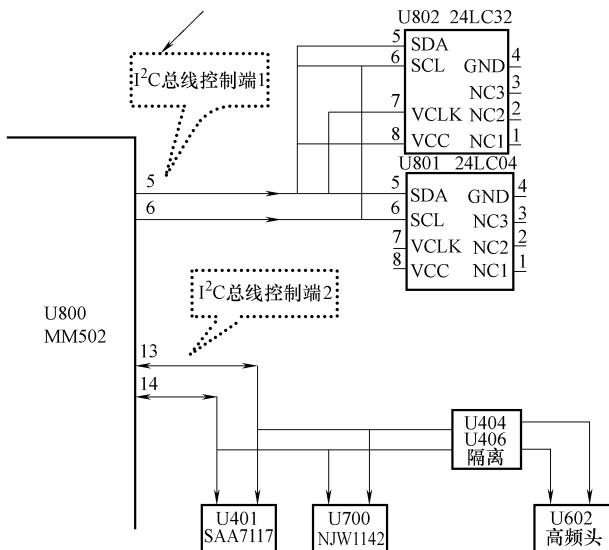

图 4-58 I²C 总线接口电路控制原理图
(9) I²C 总线接口电路控制原理
长虹 LS10 型机心 MM502 引出两组 I²C 总线控制端, 分别是 ⑤、⑥脚和 ⑬、⑭脚, CPU 通过 I²C 总线对挂接的集成电路进行控制, 如图 4-58 所示。⑤、⑥脚挂接有 U801、U802; 另一组 ⑬、⑭脚挂接有视频信号处理芯片 SAA7117、音效处理集成电路 NJW1142、以及高频头 TMD4-C221PIRW。
(10) 复位输出电路控制原理